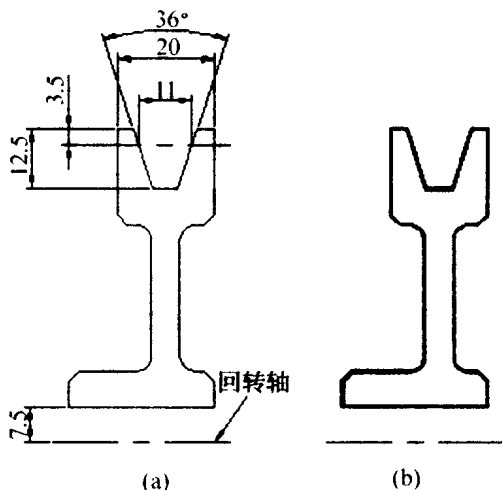

图 1-3
1. 如图 1-3(a) 所示, 先画出回转体皮带轮的母线图形, 其中, “V” 型槽部分的图形可采用过尺寸 11, 3.5 所确定的点、用极坐标法 (利用已知夹角  $36^\circ$ ) 作出。该母线图形必须是首尾相接的单连通封闭图形, 若用 LINE 命令作图, 则还应将其作成面域 (REGION), 结果如图 1-3(b) 所示;